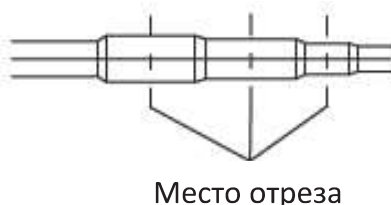

Рис. 12.7
12.5.8. Разветвитель имеет разные диаметры в разных сечениях. В зависимости от мощности блока и диаметра трубки разветвитель отрезается в нужном сечении (рис.12.7).